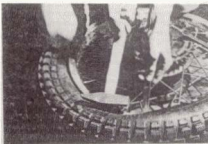

Bild 245
- Man tut gut daran, bei dieser Arbeit die Montierhebel nicht herauszunehmen und dann erneut ein Stück weiter wieder anzusetzen. Besser ist es, das Montieressen durch seitliche Hammerschläge in seine neue Einstellposition zu treiben. Man vermeidet so, dass der Schlauch eingeklemmt und dadurch beschädigt wird (Bild 245).